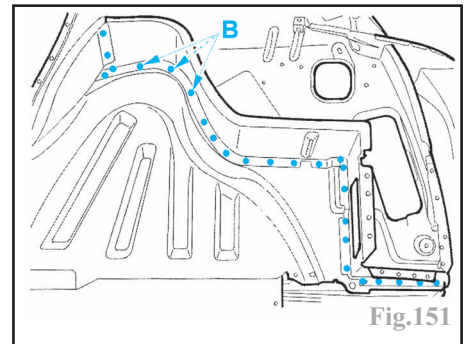

Fig.151
- par points électriques (Fig.151 et 152),